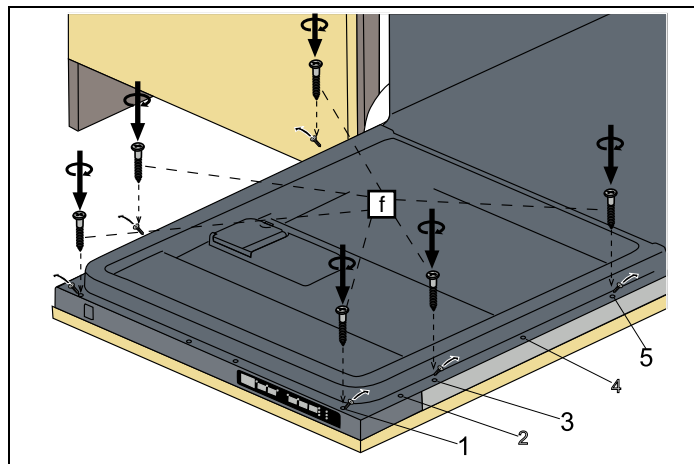

Fig. 27
- 6) Les vis situées sur la porte en bois sont fixées sur le lave-vaisselle au niveau des sorties situées sur la feuille extérieure de la porte et sont assemblées comme indiqué dans la Fig. 27 .